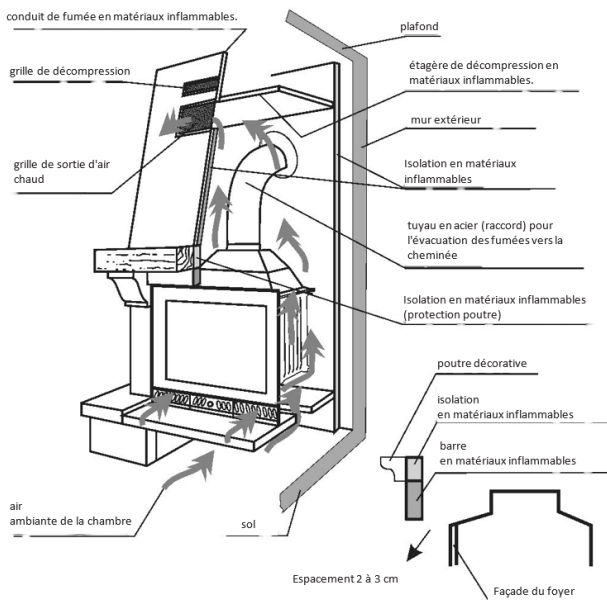

Fig. 2. Exemple d'installation d'inserts de cheminée
- assurer une distance de 2 à 3 cm entre la partie supérieure de la façade et les éléments de l'habillage du foyer (fig. 2),